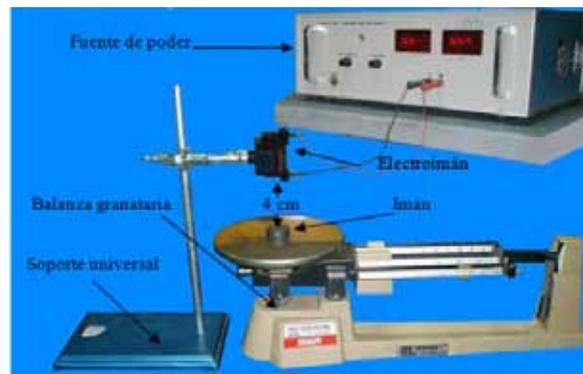

Figura 8.9 Fuerza entre un electroimán y un imán permanente
- l) Sustituya el imán superior por el electroimán, colóquelo a una distancia de 4 cm según se muestra en la figura 8.9 y conéctelo a la fuente de poder de manera que provoque repulsión al fluir corriente por él.